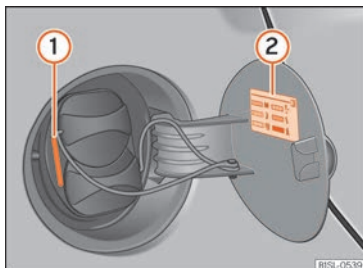
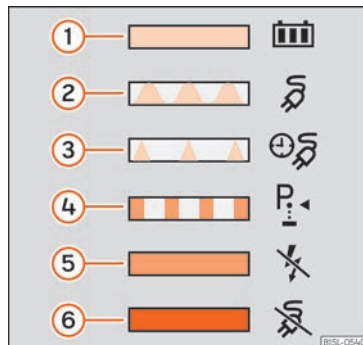

Fig. 155 Detrás de la tapa de la toma de carga de la batería: indicador del proceso de carga (1) e información en el adhesivo (2).
Fig. 156 En la cara interior de la tapa de la toma de carga de la batería: adhesivo con información sobre el indicador del proceso de carga.
El indicador del proceso de carga es un diodo luminoso (LED) situado junto a la toma de carga » » » **fig. 155** (1) e indica el estado de carga. En un adhesivo se explican las diferentes indicaciones » » » **fig. 156**.
Leyenda del adhesivo informativo del indicador del proceso de carga » » » **fig. 156**: